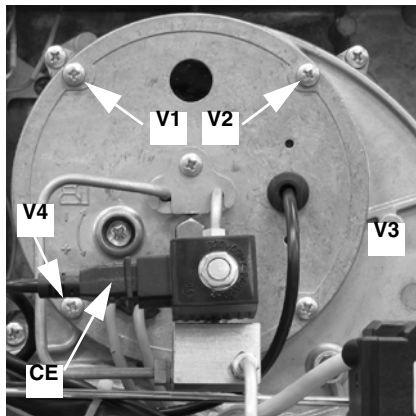

Fig. 44
- Extraer los 4 tornillo **V1** - **V4** indicados en Fig. 44.
- Extraer el conector **CE** de la electroválvula **EV2** (Fig. 44).